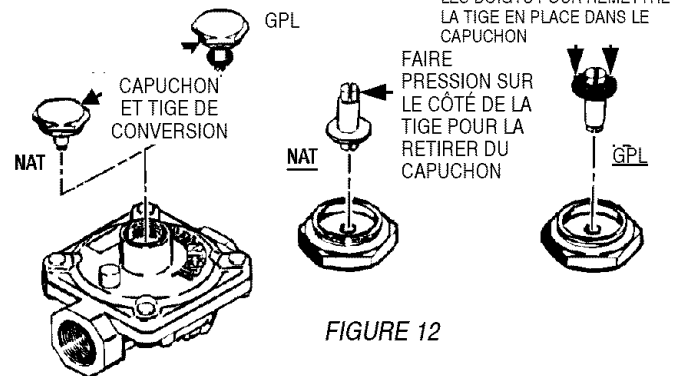

FIGURE 12
B. INVERSER LE CAPUCHON DANS LE DÉTENDEUR DE L'APPAREIL (Voir la figure 12)
(Voir la figure 12.)